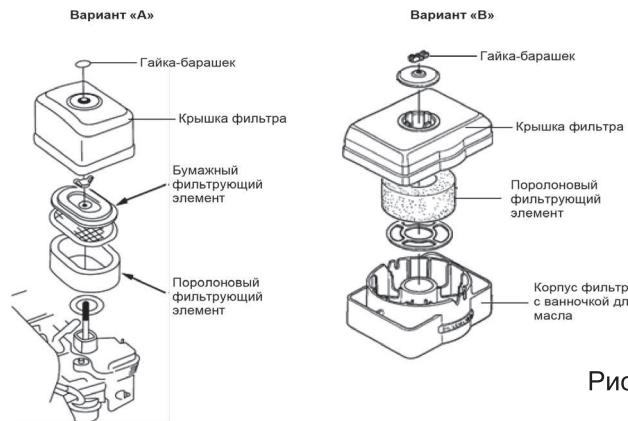

Рис. 19
**ПРИМЕЧАНИЕ!** В зависимости от модели двигателя на двигатель может устанавливаться один из двух вариантов воздушных фильтров «A» или «B» (Рис. 19)
Обслуживание воздушного фильтра (вариант В) (рис. 19) выполняйте в следующей последовательности: